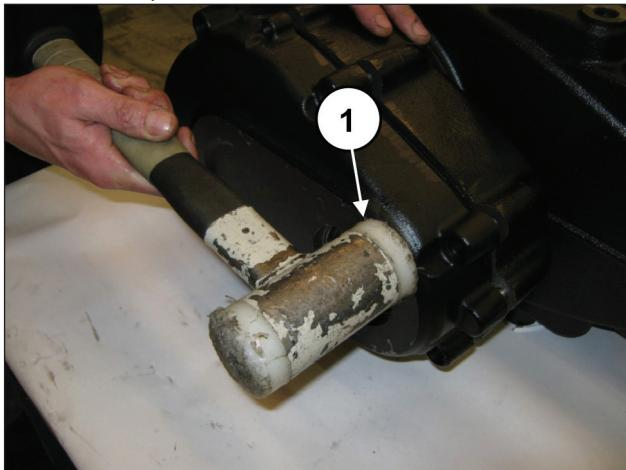
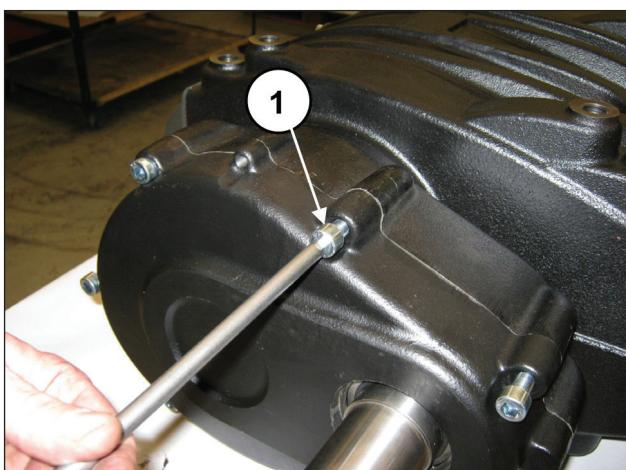

Fig. 89
Fig. 90
Monte a cobertura do redutor, mediante o mecanismo de percussão (pos. ①, Fig. 89) e fixe-o, mediante sete parafusos M10x40 (pos. ①, Fig. 90).